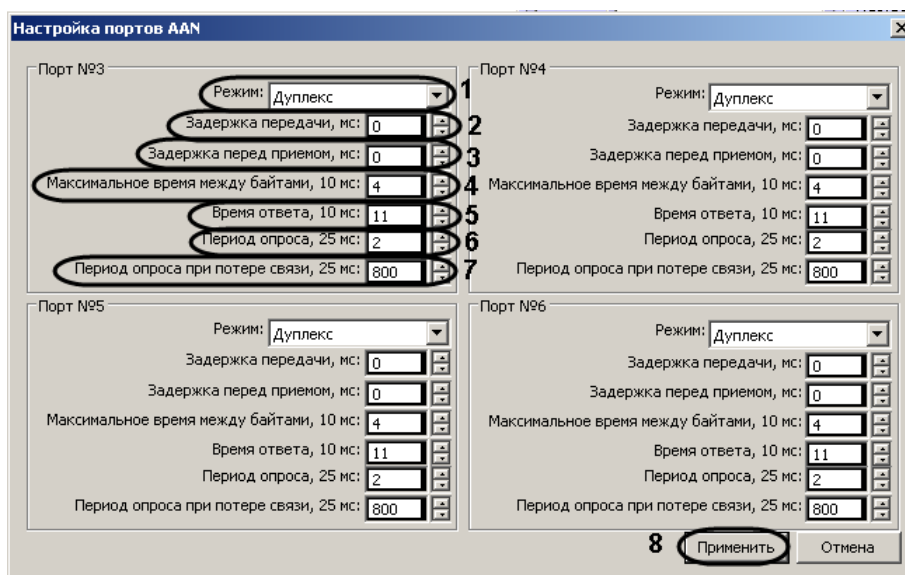

Рис. 3.3–6 Настройка портов AAN
3. Из раскрывающегося списка **Режим** выбрать режим передачи данных через порт: дуплексный или полудуплексный (см. Рис. 3.3–6, 1).